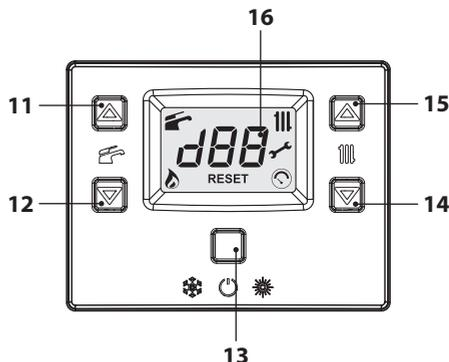
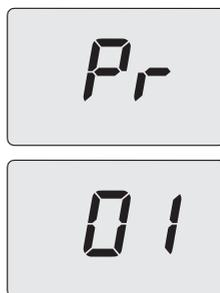
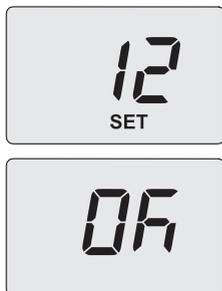

Figura 5.21
Figura 5.22
Figura 5.24
- Entrare in "modalità programmazione" premendo contemporaneamente per 10 secondi i tasti 13-14-15 (Figura 5.21) fino a far apparire sul display LCD le lettere **Pr** che si alternano al numero del parametro **01**, indicanti l'entrata nel "parametro 01" (Figura 5.22).
una unità sul display corrisponde a 5 secondi). Es. 12=60 secondi. Sul display compare la scritta "SET" (Figura 5.24).
- Premendo il tasto 13 (Figura 5.21) si ottiene la conferma del valore inserito. Sul display appare per 3 sec. la scritta "Ok" (Figura 5.24), per poi visualizzare la lista dei parametri.